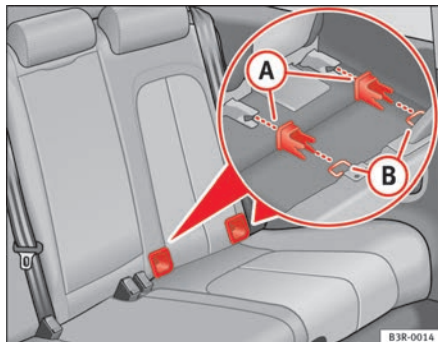

Fig. 32 Posição das fixações ISOFIX do banco traseiro lateral
- Coloque as guias de plástico nas fixações ISOFIX do veículo que se encontram entre o encosto e o assento do banco ⇒ **fig. 32**.